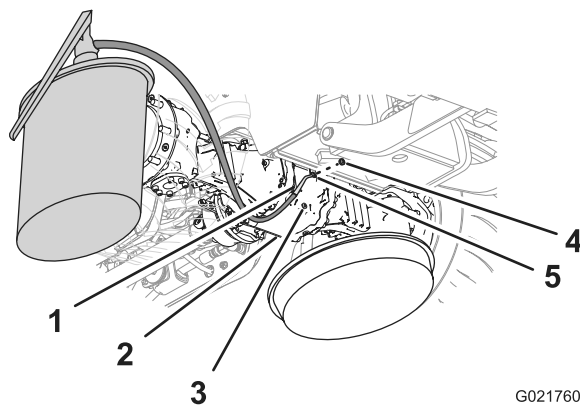
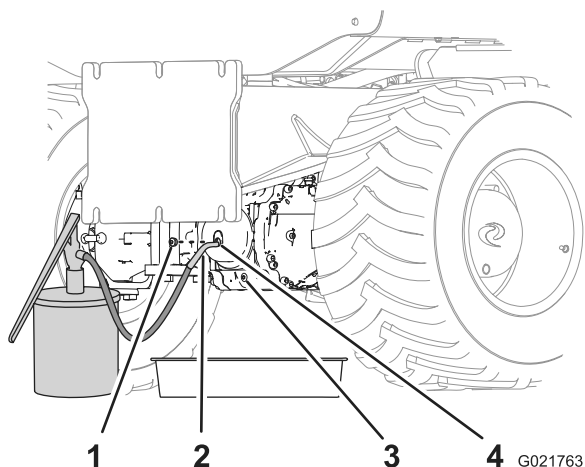

Figure 70
Figure 71
- Placez un des bouchons dans l'orifice de vidange (Figure 70 et Figure 71).
- Versez l'huile spécifiée dans le logement de pignon et le pont par le regard, jusqu'à ce que le niveau atteigne les filets au bas de l'orifice (Figure 70 et Figure 71).
- Placez le bouchon restant dans le regard du logement de pignon (Figure 70 et Figure 71).